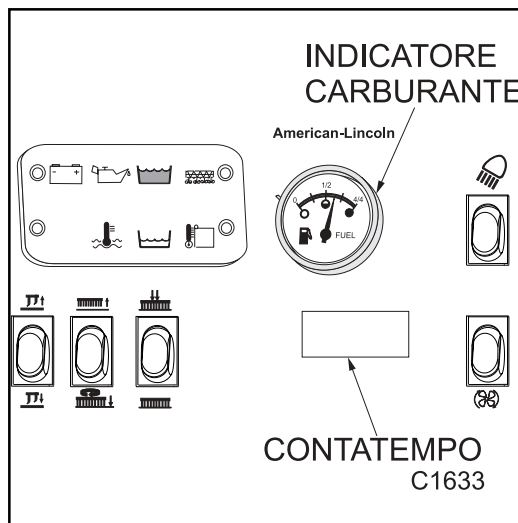

Figura 4
**CONTATEMPO** (Vedi figura 4)
**INDICATORE CARBURANTE** (Vedi figura 4)